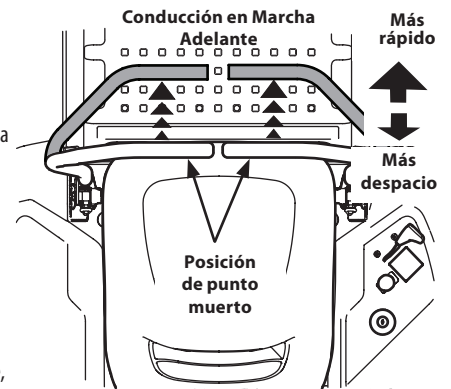

Figura 28
1. Mueva las palancas de control de la transmisión de forma lenta y pareja hacia adelante. El tractor comenzará a desplazarse hacia adelante. Consulte la Figura 28.